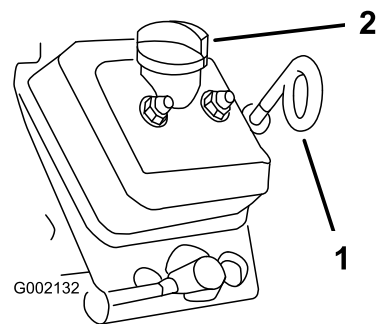

Figura 32
3. Usate un panno per pulire attorno all'asta di livello e al tappo di riempimento (Figura 32) in modo che la morchia non possa penetrare nel tubo dell'asta o nel collo del bocchettone e danneggiare il motore.
4. Estraete l'asta di livello e pulitela (Figura 32).
5. Inserite l'asta di livello nel tubo e verificate che sia inserita a fondo (Figura 32).
8. Montate il tappo di rifornimento (Figura 32).
9. Rimontate l'asta di livello dell'olio e inseritela a fondo (Figura 32).